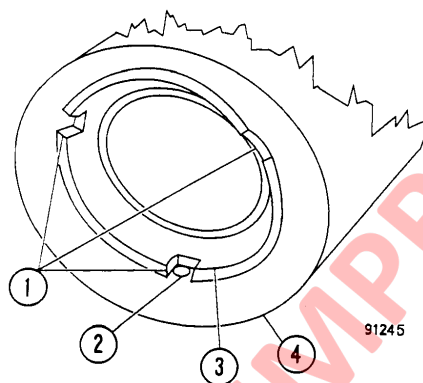

FIGURA 5-8. CONJUNTO DEL CARRETE Y CAMISA
**NOTA:** Al ensamblar el carrete y la camisa, sólo se puede utilizar una de las dos posiciones posibles de calce de las ranuras de resorte. La razón es que en el otro extremo de la camisa y del carrete (extremo opuesto de las ranuras de resorte) existen tres ranuras en el carrete y tres orificios en la camisa. Estos deben estar opuestos entre sí al ensamblar de modo que los orificios sean parcialmente visibles a través de las ranuras en el carrete, consulte la Figura 5-8.